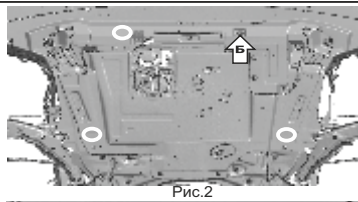

Рис.2
3. Приложить пыльник и отметить на нём расположение отверстий с закладными (А) (рис. 2). Просверлить отмеченные места.
4. Установить пыльник обратно с помощью штатного крепежа, кроме отверстия (Б) (рис.2).